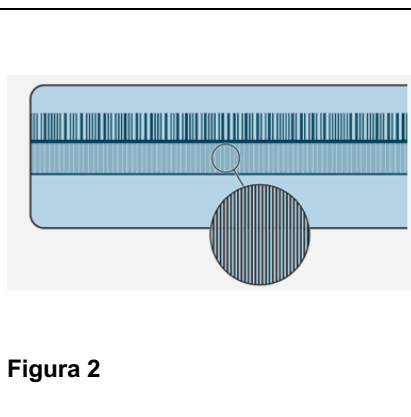

Figura 2
b) [Figura 2]
- Quais as características principais do sistema de medida da figura 2, relativamente aos sistemas de medidas indicados nas figuras 1 e 3?